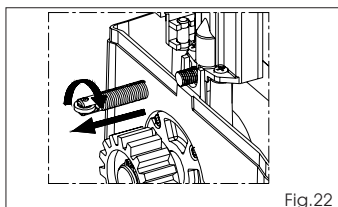

Fig.22
- Para extraer el muelle gírela en **sentido horario** y tire de ella como se indica en la Fig. 22. La operación requiere una cierta fuerza.